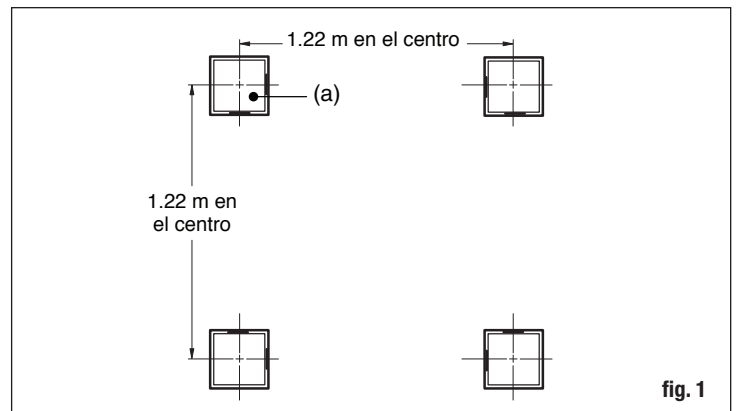

fig. 1
- Align the four corner posts in a square shape approximately 4' apart, slots facing inward (fig. 1).
- Alinea los cuatro postes esquineros en un cuadrado, separados aproximadamente por 1.22 m, con las ranuras hacia dentro (fig. 1).